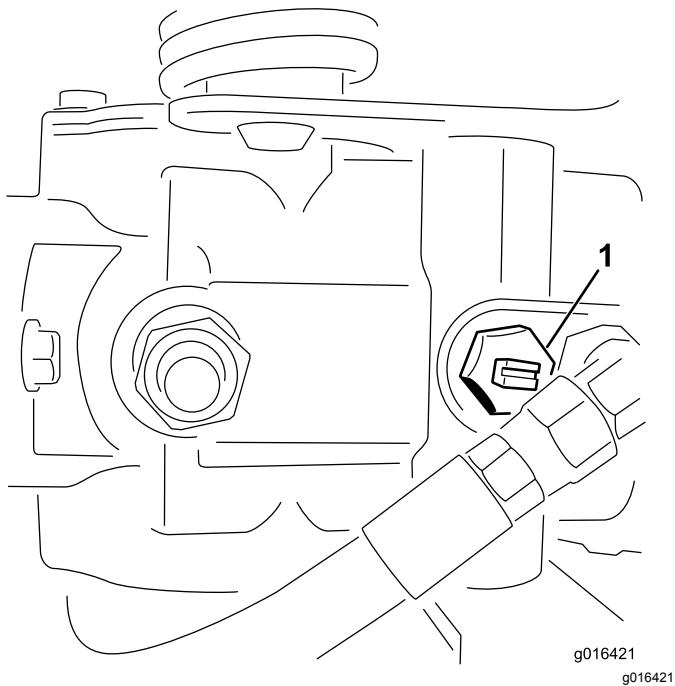

図 33
- 油圧ポンプについているバイパスバルブ 図 33 の溝が「縦」になるようにバルブを回転させる。
2. エンジンを始動する前に、必ずバイパスバルブを閉じる溝が横向きになる図 33。